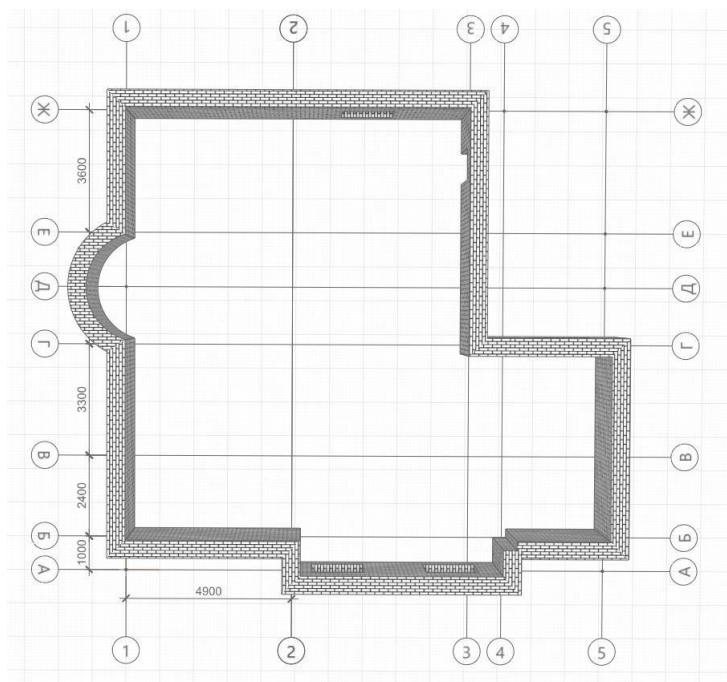

Рис. 23 Построение дуговой стены
4. Построим дуговую стену. Выберем новый способ построения **Дуга по трем точкам** . Укажем первую точку стены на пересечении **осей 1 и Г**, укажем вторую точку на пересечении **осей 1 и середины оси Д** и третью - на пересечении осей **1 и Е** (рис. 23)